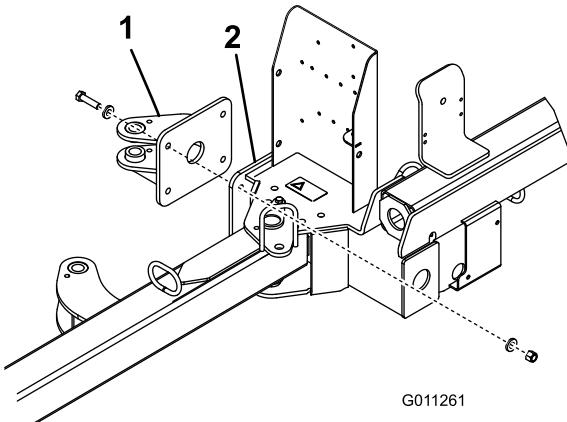

Figure 5
- Fixez la patte de commande arrière au châssis du balai-ramasseur avec (4) boulons 1/2 x 2", (8) rondelles plates 0,531 x 0,063 et (4) contre-écrous 1/2". Positionnez les composants comme illustré à la Figure 5.